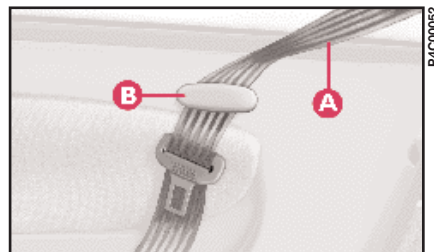

fig. 76
1) Verificare che ciascuno dei due nastri **A** (fig. 76) delle cinture di sicurezza laterali sia inserito nella rispettiva staffa **B**.